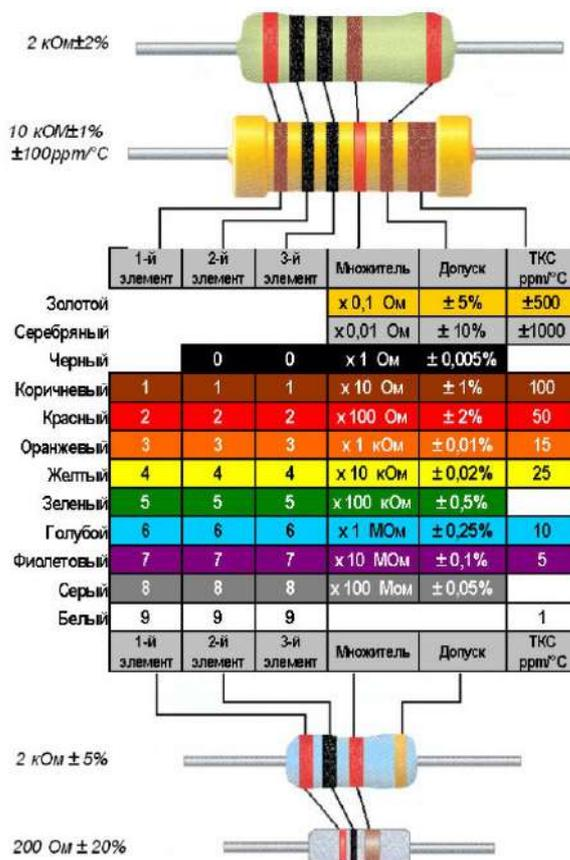

Рисунок 3 – Цветовая маркировка резисторов
- Цветовая маркировка резисторов представлена на рис. 3: